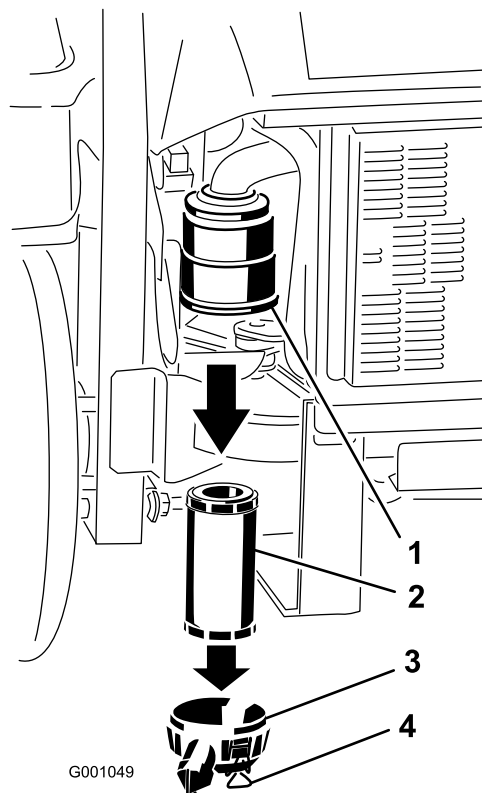

Figura 55
3. Abra los cierres del limpiador de aire y tire de la tapa de la entrada de aire para separarla del cuerpo del limpiador de aire (Figura 55).
5. Extraiga con cuidado el filtro del cuerpo del limpiador de aire (Figura 55).